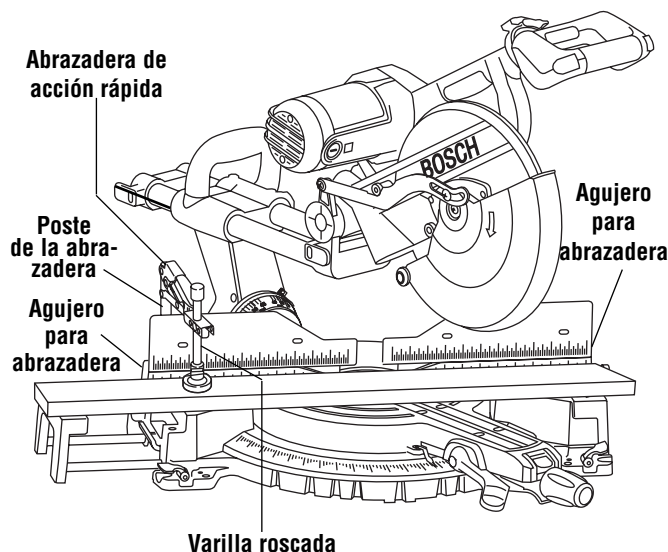

Figura 19. Abrazadera para la pieza de trabajo
Abrazadera de acción rápida – Esta abrazadera asegura fácilmente una pieza de trabajo en cualquiera de los dos (2) agujeros de sujeción detrás del tope-guía (Figura 19).